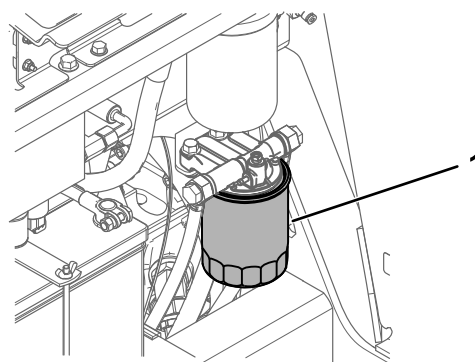

Figura 58
5. Coloque un recipiente limpio debajo del cartucho del filtro de combustible (Figura 58).